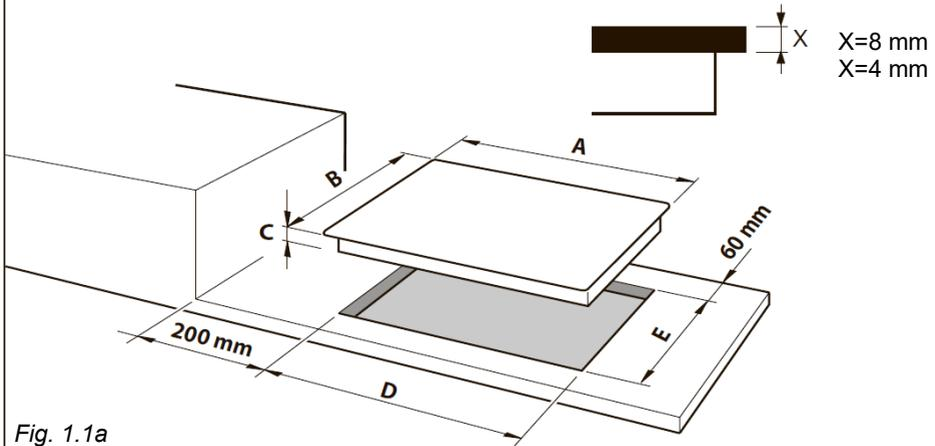

Fig. 1.1a
Para instalar la placa en el mueble de cocina hay que hacer un orificio con las dimensiones indicadas en la Fig. 1.1a o 1.1b, teniendo en cuenta lo siguiente:
- La placa debe mantenerse a no menos de 200 mm de cualquier pared lateral (del borde lateral del corte - Fig. 1.1a, 1.1b, 1.1c).
- La placa debe instalarse al menos a 60 mm de la pared (del borde trasero del corte - Fig. 1.1a, 1.1b).
- Corte la unidad según las dimensiones de la fig. 1.1a o 1.1b.